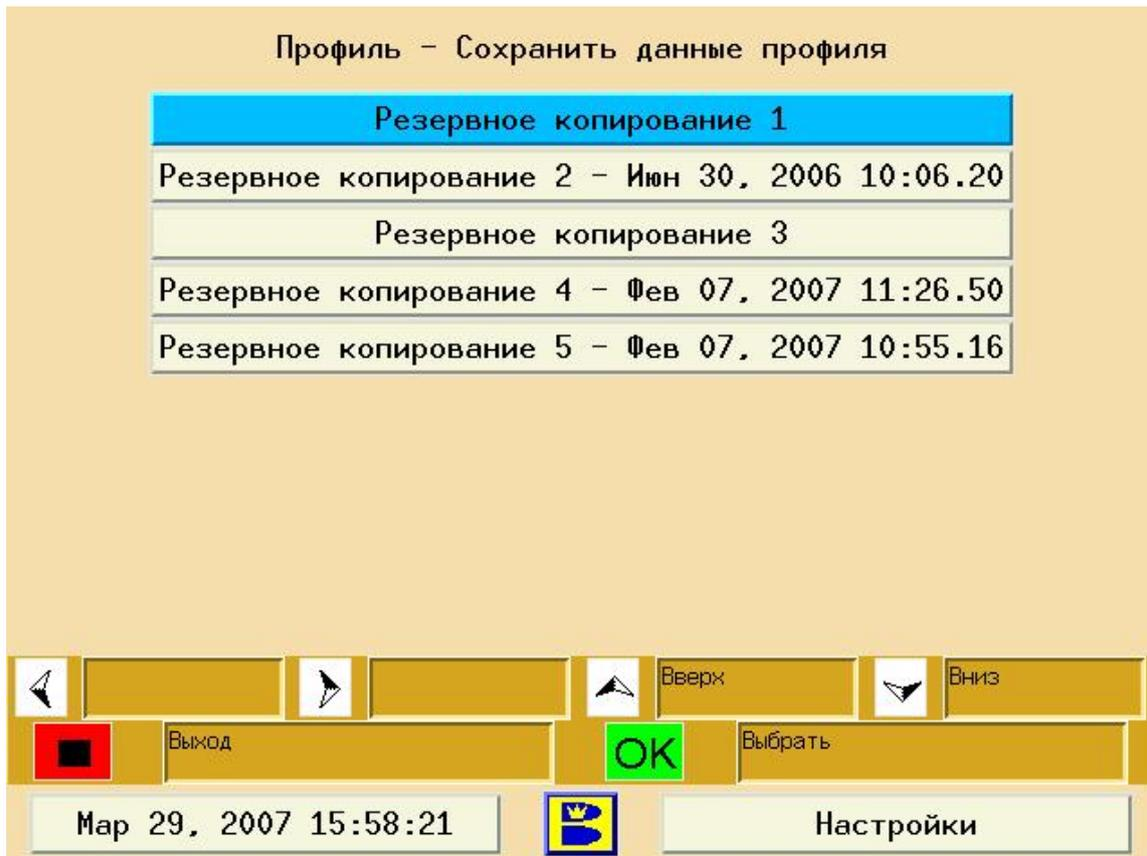

Рисунок 4-14. Сохранение данных профилей
3. С помощью стрелок вверх/вниз выберите желаемую операцию и нажмите “OK”. На ГИ появится следующий экран. См. Рис. 4-14.